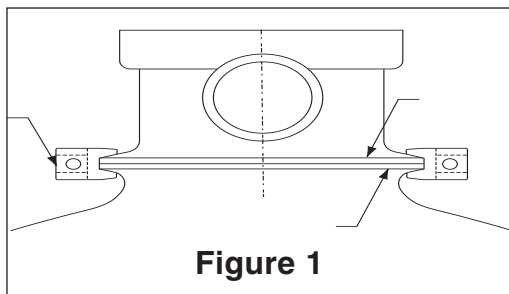
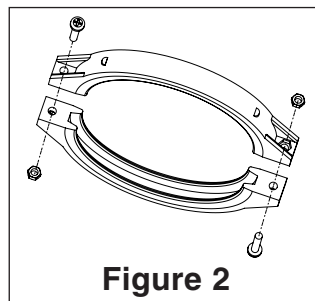

Figure 1
Figure 2
8. Assurez-vous que la vanne est fermement enfoncée dans le couvercle et que la bride de réservoir et la bride de la vanne se touchent. Reportez-vous à la **Figure 1**.
9. Le collier en plastique peut maintenant être posé. Placez le demi-collier sur la bride de vanne et sur la bride du réservoir comme indiqué à la **Figure 1**. Insérez les vis et écrous dans le demi-collier en vous assurant que les écrous soient situés dans l'emplacement de retenue hexagonal sur les colliers. Reportez-vous à la **Figure 2**.